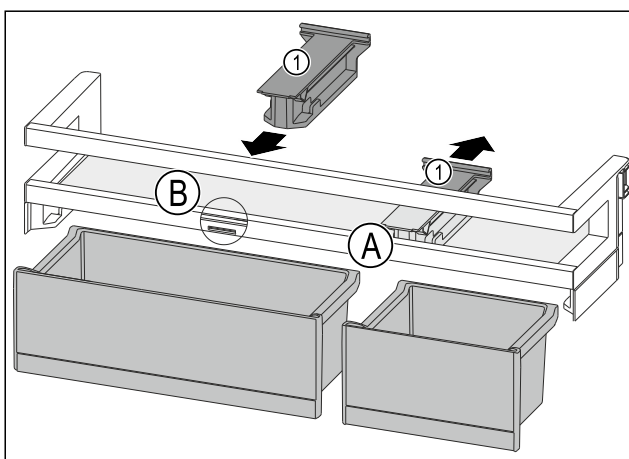

Fig. 128
- ▶ Húzza hátra a tartóelemet Fig. 128 (1) pozícióba Fig. 128 (A).
- ▶ Helyezze be a tartóelemet Fig. 128 (1) pozícióba Fig. 128 (B).